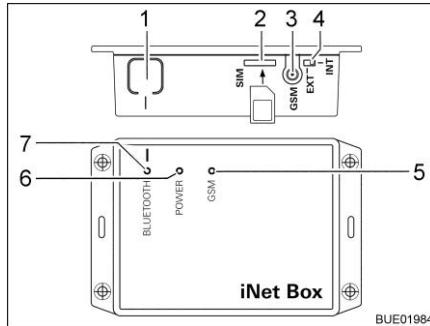

Fig. 177 Truma iNet Box
- Premere il tasto BLUETOOTH (Fig. 177,1) della iNet Box per 1 secondo. Nel terminale mobile la Truma iNet Box è visibile per circa 2 minuti (nome: "Truma iNet-Box"). In questo tempo il LED BLUETOOTH (Fig. 177,7) blu lampeggiava.
- Spingere con cautela la mini SIM con il proprio numero di telefono e credito sufficiente nello slot (Fig. 177,2) della Truma iNet Box, come illustrato, finché non si innesta. Il LED GSM (Fig. 177,5) rosso deve lampeggiare costantemente. Quando dopo 20 secondi il LED rosso si spegne: Controllare la mini SIM.